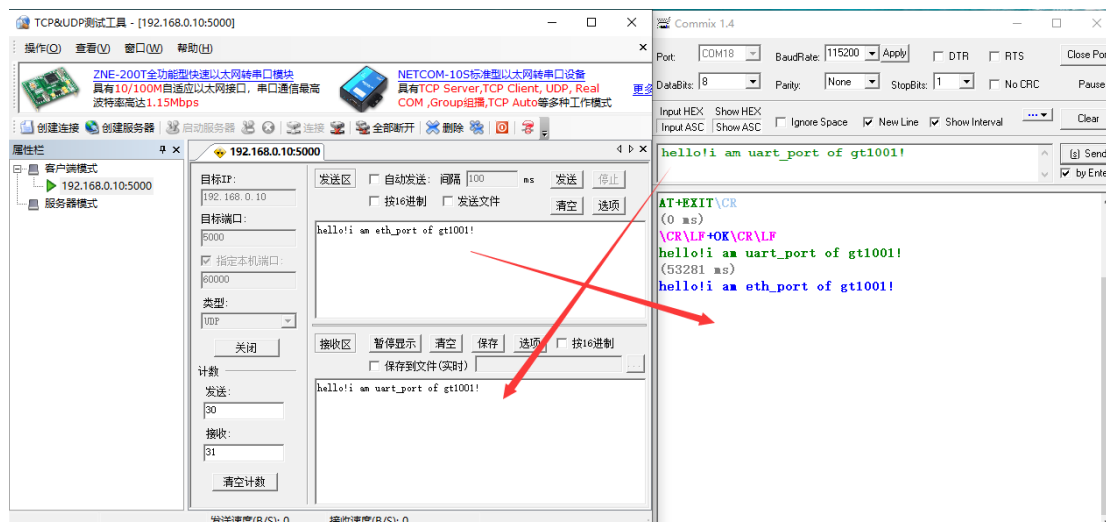

图 9-9 UDP 数据传输
(3) 点击创建，进入数据传输界面，数据通信如图 9-9 所示。